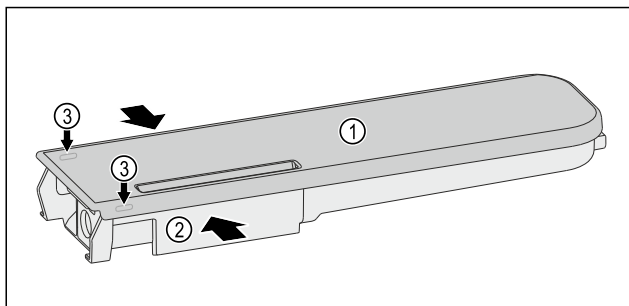

Fig. 132
- ▶ Сожмите бак для воды Fig. 132 (2) и осторожно возьмите крышку Fig. 132 (1) за фиксирующие выступы Fig. 132 (3) и потяните ее вверх.
- ▶ Слегка подвигайте крышку Fig. 132 (1) вперед и назад и снимите, приподняв вверх.